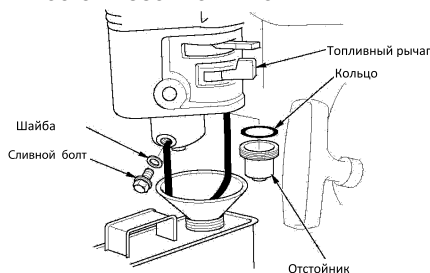

Рис.20 Слив топлива из карбюратора
1. Слейте или выработайте топливо в баке. Поместите подходящую емкость для топлива под карбюратор, и используйте воронку, чтобы избежать утечки топлива (Рис.20).